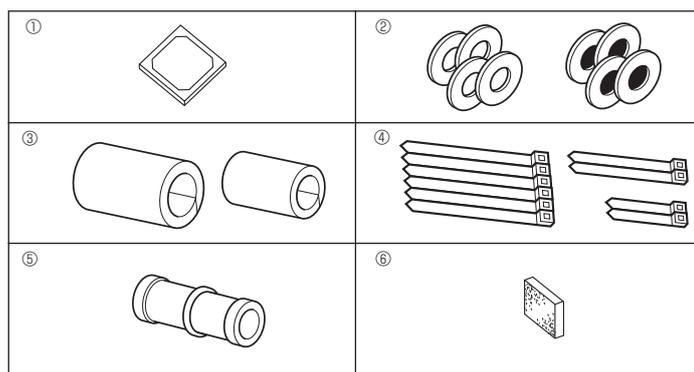

Fig. 4-1
4.1. Provjerite pribor za unutarnju jedinicu (Fig. 4-1)